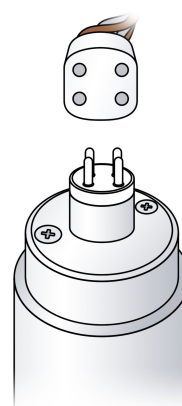

Fig. 3
- Rimuovere il coperchio di accesso laterale (ruotare la vite di 90° in senso orario o antiorario). (Fig. 3)
- COLLEGARE il connettore della lampada all'estremità della lampada UV assicurandosi che il connettore sia correttamente allineato con i pin. (fare riferimento alla Fig. 3 nella pagina precedente)